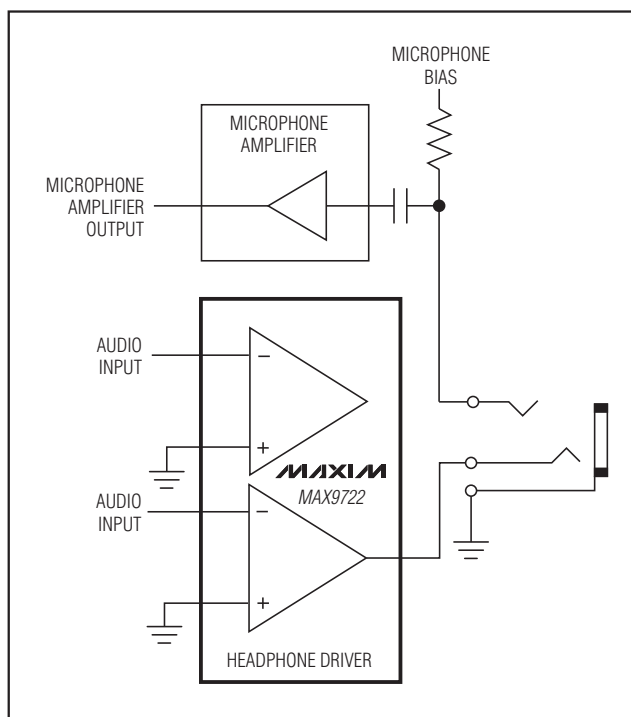

图3. Earbud 扬声器/麦克风相组合的耳机配置
- 当麦克风与耳机扬声器组合使用时，麦克风通常需要一个GND参考点。套管上的放大器直流偏置会与麦克风的要求相冲突(图3)。